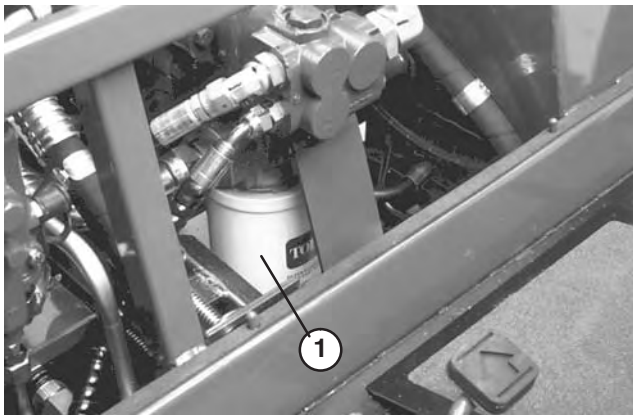

Figure 43
2. Nettoyez la zone autour de la surface de montage du filtre (Fig. 43). Placez un bac de vidange sous le filtre et déposez le filtre.